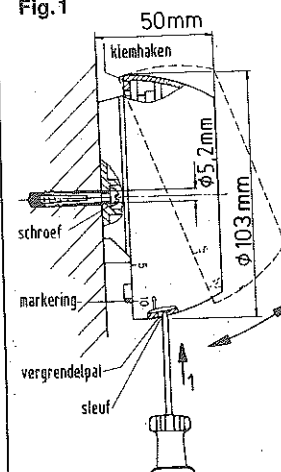

Fig. 2
- Anslut enligt kopplingsschema och fig. 2. Tryck in den aviserade ledaren mot stopp.